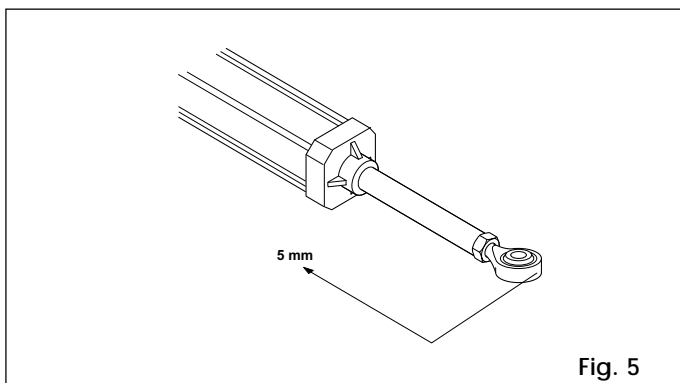

Fig. 5
- 5) Sortir complètement la tige jusqu'en butée et rentrer de 5 mm environ (Fig. 5).